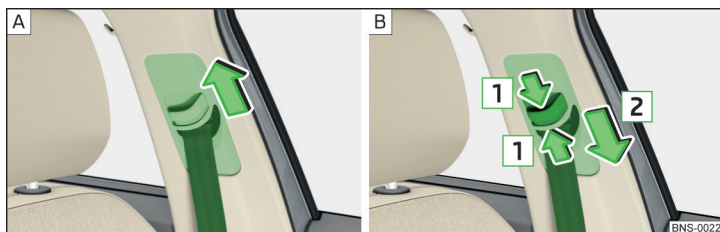

Fig. 6 Réglage de la hauteur de la ceinture sur les sièges avant
- Tirer la tige **vers le haut** dans le sens de la flèche » fig. 6 - **A**.
- **ou** : Enfoncer la protection dans le sens de la flèche **1** et déplacer la tige **vers le bas** dans le sens de la flèche **2** » fig. 6 - **B**.